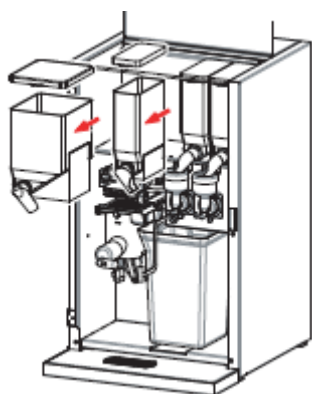

Рис. 15
1. Откройте крышку машины (рис. 15).